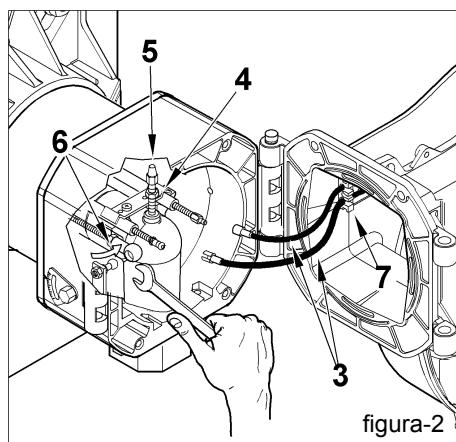

figura-2
Utilizzando la stessa chiave, agire sullo snodo sferico (6) nella direzione indicata dalla freccia sganciando la leva di avanzamento della testa di combustione (figura 2).
All'atto della chiusura del bruciatore, tirare delicatamente verso il quadro elettrico, mettendo i due cavi di accensione e di ionizzazione, quindi sistemarli nelle apposite sedi (7) di figura 2. Questo eviterà che i due cavi vengano danneggiati dalla ventola durante il funzionamento del bruciatore.